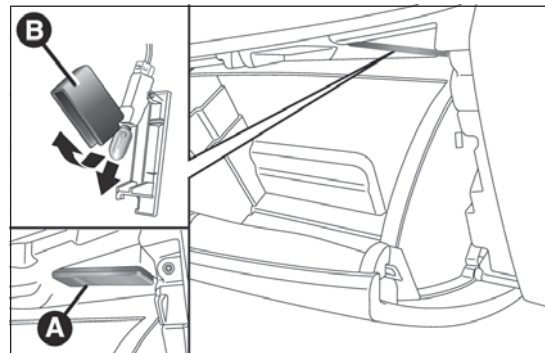

fig. 199
- ☐ aprire il cassetto portaoggetti ed estrarre la plafoniera A fig. 199;